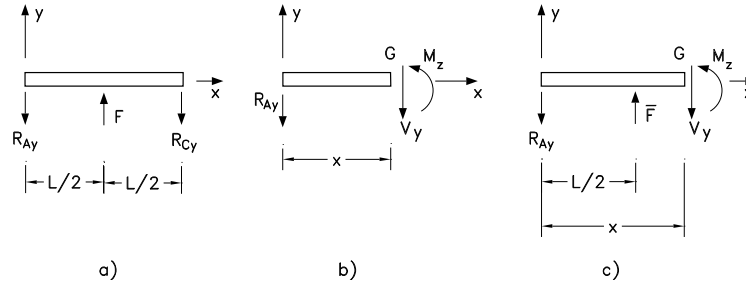

Figura 3: Sistema auxiliar: a) DCL; b) corte no trecho AB; c) corte no trecho BC.
**deflexão no ponto B** : a Figura 3 mostra o diagrama de corpo livre do sistema auxiliar, assim como os cortes nos trechos AB e AC.